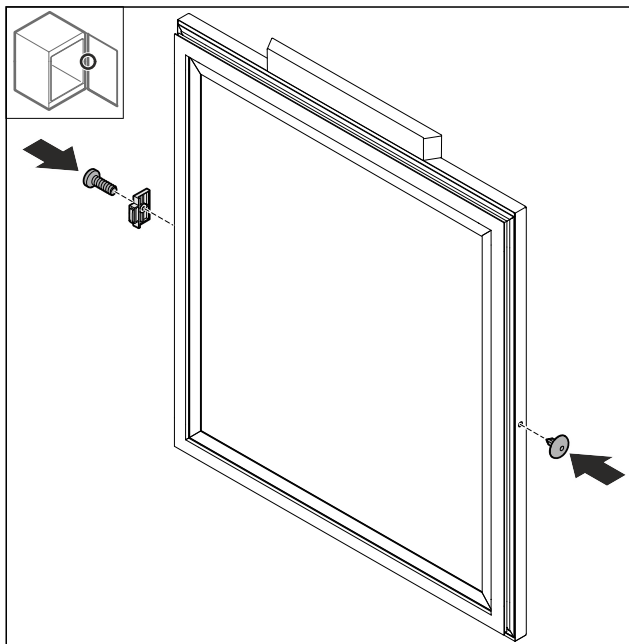

Fig. 70
- Sett inn dørstopperen Fig. 70 (1) dreid 180° på motsatt side.
- Sett inn dekkelet Fig. 70 (2) på motsatt side.